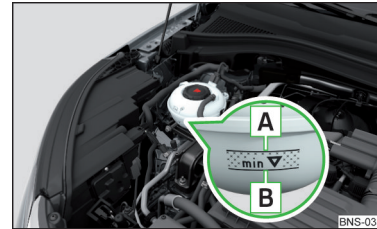

Abb. 326
Kühlmittelstand prüfen - der Kühlmittelstand muss zwischen den Markierungen **A** und **B** liegen » **Abb. 326**. Liegt der Kühlmittelstand unterhalb der Markierung **B**, das Kühlmittel nachfüllen.
Die **Spezifikation** des Kühlmittels ist auf dem Kühlmittelausgleichsbehälter aufgeführt » **Abb. 326**.
- Das Kühlmittel nicht über die Markierung **A** auffüllen » **Abb. 326**. Das Kühlmittel könnte bei Erwärmung aus dem Kühlsystem gedrückt werden - es besteht die Gefahr einer Beschädigung der Motorraumteile.